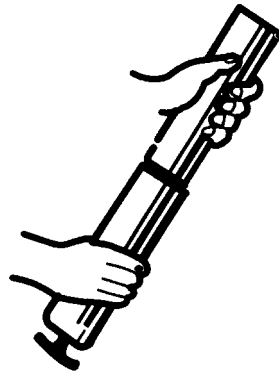

Abbildung 1:
- 1. Befüllen mittels Patrone (Abbildung 1):**